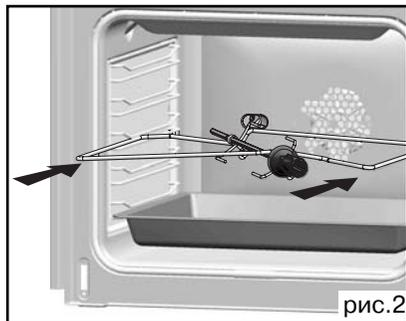

рис.2
• вставьте вертел в держатель (рис. 2).